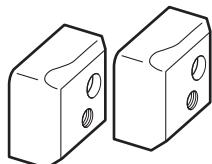
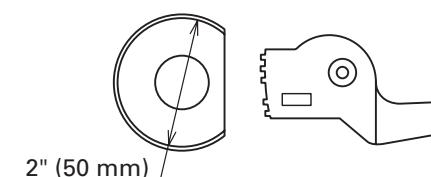

Fig. 25
Fig. 26
| (1) Cortadora (Fig. 25) (Nº de código 319706)* Un juego de dos piezas | (2) Juego de rodillo central (D 50) (Fig. 26) (Nº de código 321446)* Se utiliza cuando se cambia el diámetro de curvado de la varilla (diámetro de curvado: Ø50 mm). |